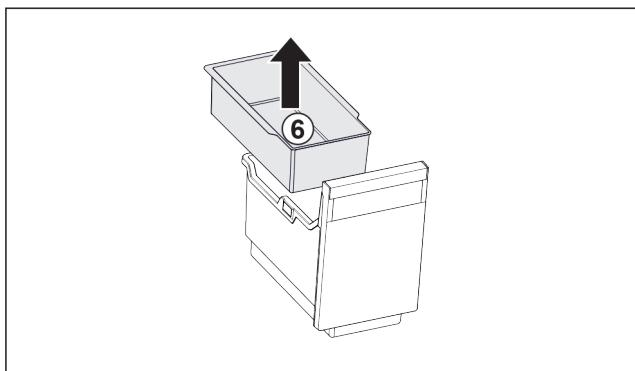

Fig. 95
- Извадете окачващата се поставка Fig. 95 (6).